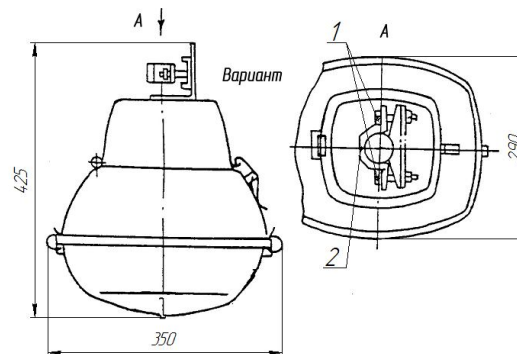

Рисунок 3 – модификация 005 – крепление на трубу
Светильники модификации 005 (рисунок 3): светильник устанавливается на трубе кронштейна опоры Ø48 мм при помощи крепежной скобы, которая закрепляется двумя болтами (1), и стопорят болтом (2), резьбовая часть которого должна войти в отверстие Ø10 мм (перед установкой необходимо просверлить на бруске отверстие Ø10 мм).